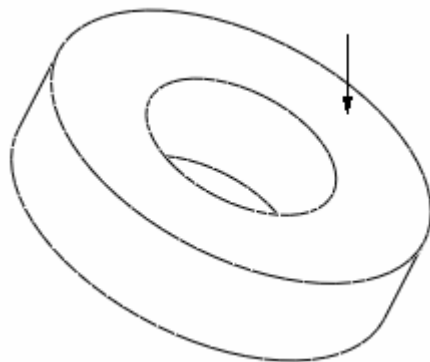

图 28-4
- (3) 选择图 28-4 中箭头指示的面为偏移面。
- (4) 输入偏移值为“15”，输入侧偏移尺寸为“25”，按回车键确认。
- (5) 选择图 28-4 中箭头指示的面为拉伸参照面。